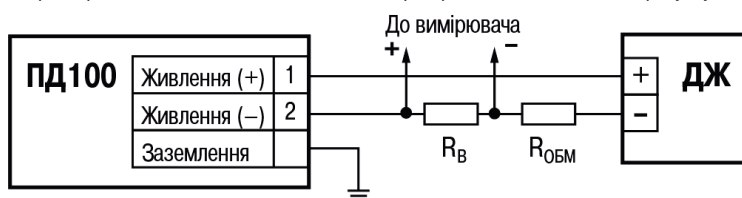

Рисунок 6 – Схема підключення
** Опір навантаження залежить від напруги живлення (див. рисунок 6)
Перетворювач слід підключати до зовнішніх пристроїв згідно зі схемою на *рисунок 6*.